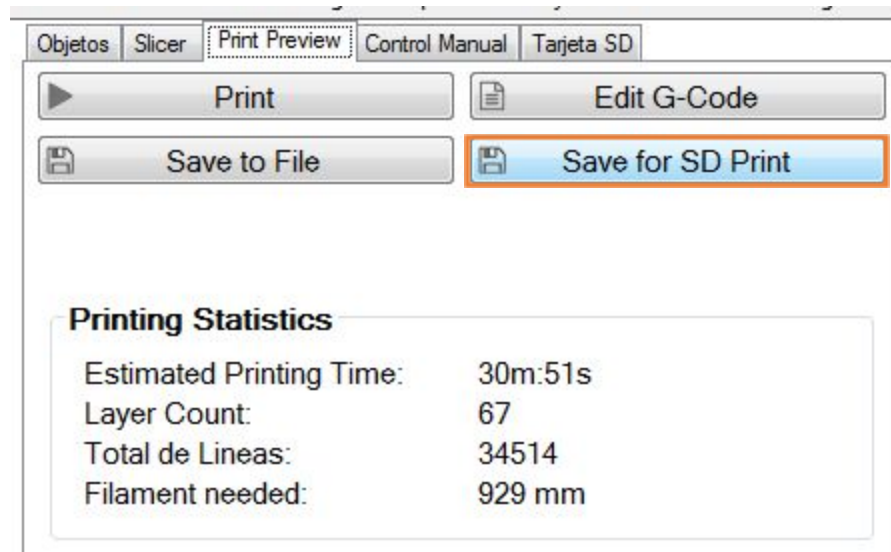

Figura 38. Botón Save for SD Print.
2. Inserte la memoria SD al computador y cuando ejecute el paso 4 de la sección anterior, dé click en el botón “**Save for SD Print**”, que se encuentra en la pestaña de “**Print Preview**”. (Ver figura 38 recuadro naranja)